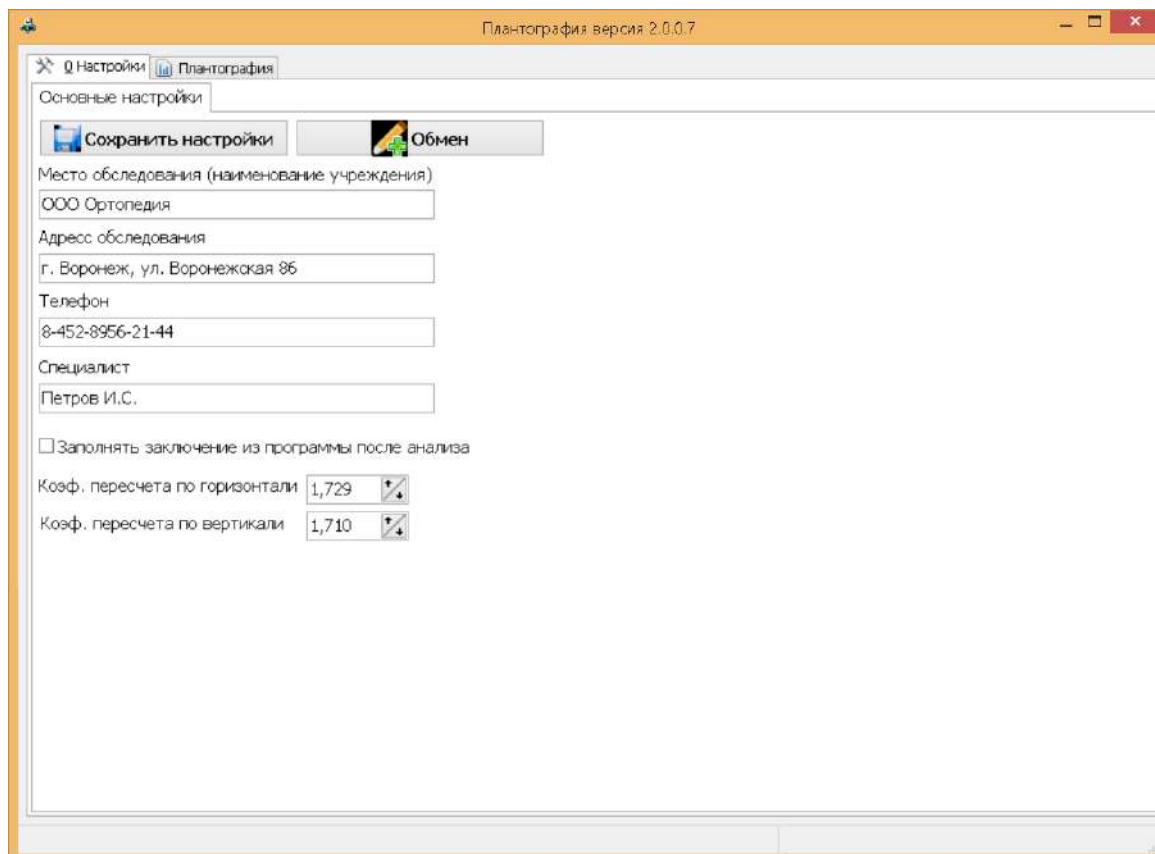

Рисунок 5 – настройка программы Плантография
- автозаполнения заключения и рекомендаций, в случае если в настройках программы (вкладка настройка) выставлен флаг – «Заполнять заключение из программы после анализа» (см. Рисунок 5);
4.5 Описание кнопок настроек программы (см. рисунок 5):